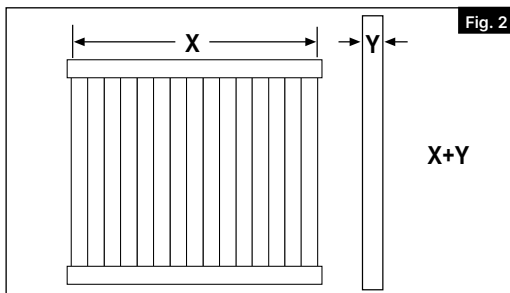

Fig. 2
Mida el ancho del panel de valla (X); y sume el ancho del poste (Y). Esta es la medida normal de centro a centro (a menos que se corte el panel) (Fig. 2).